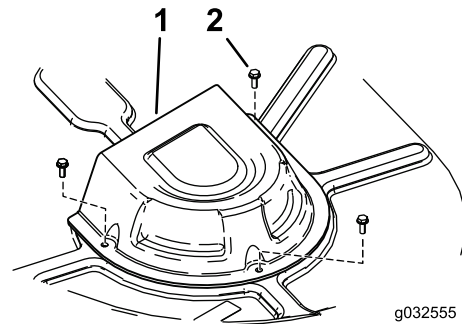

Figure 53
4. Déposez les couvercles de poulie (Figure 53).